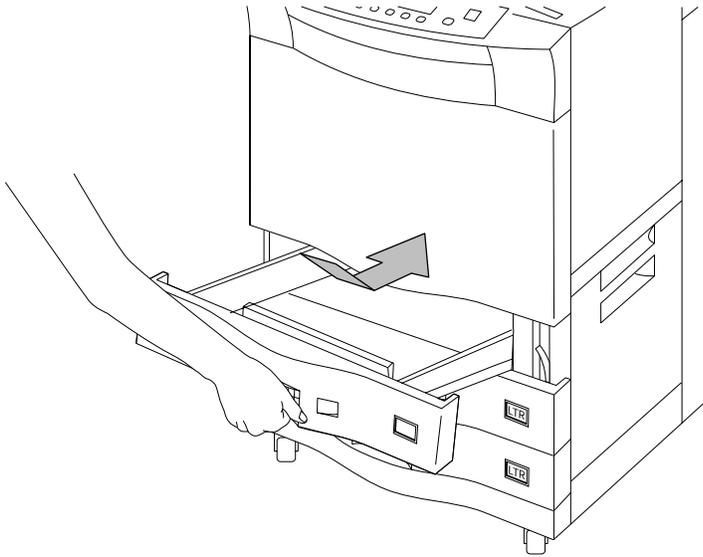

Abbildung 4-49 Zusätzliches Papierfach installieren
3. Setzen Sie das zusätzliche Papierfach leicht gewinkelt an, und schieben Sie es hinein (siehe Abbildung 4-49).